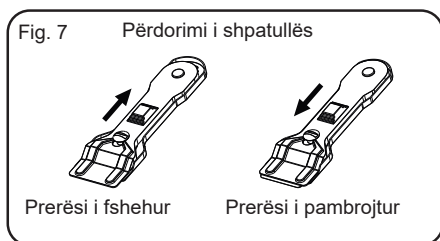

Fig. 7 Përdorimi i shpatullës
- Pasi do të përfundoni me shpatullën, mblidhni prerësin dhe mbyllni (shih Fig. 7).